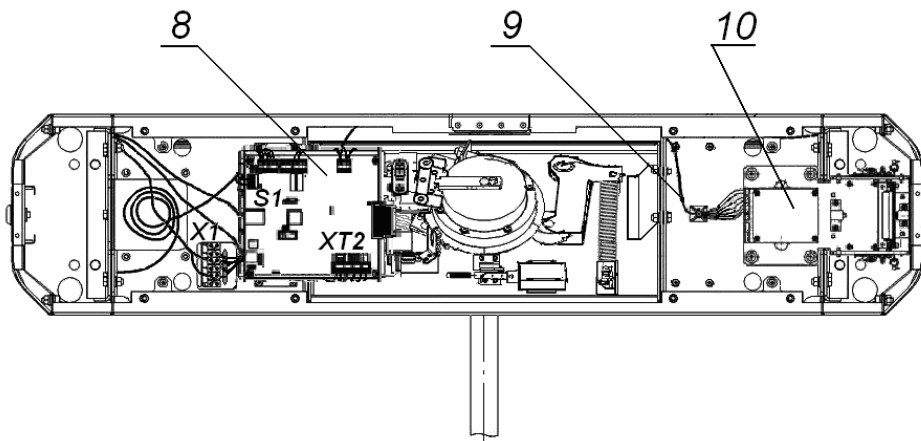
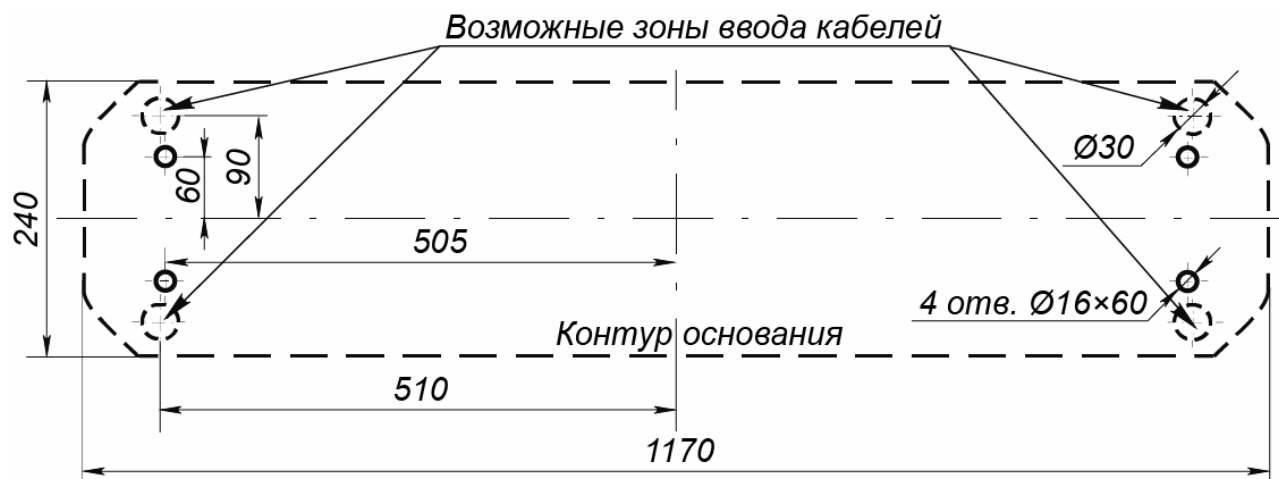

Рисунок 11. Схема прокладки кабелей в стойке ЭП
Рисунок 12. Схема разметки для установки стойки ЭП
3. Подготовьте в полу отверстия под гильзы анкеров для крепления стойки ЭП (см. рис. 12).
4. При необходимости прокладки кабелей под поверхностью пола подготовьте в полу кабельный канал, подходящий к одной из зон ввода кабелей в стойку ЭП, указанных на рис. 12.
6. Демонтируйте боковую заглушку (9) и выньте контейнер картоприемника (10), открыв ключом замки (11, 12).
10. Снимите крышку ЭП (3), отвернув ключом установочный винт (19). Порядок снятия крышки указан в разд.6.
11. Протяните кабели внутри стойки. Рекомендуемое расположение кабелей при прокладке внутри стойки показано на рис. 11.
15. Выполните заземление стойки ЭП в соответствии с требованиями ПУЭ («Правила устройства электроустановок»). Контакт заземления **Z3** (см. рис. 11) находится за боковой заглушкой (9) стойки. Для крепления кабеля заземления на контакте используйте гайку М4.
16. Подключите кабель *Ethernet* (16) к разъему **S1** на плате контроллера ЭП.
19. После подключения всех кабелей и закрепления стойки на полу установите на место крышку (3), боковую заглушку стойки и контейнер картоприемника на свои места в порядке, обратном снятию.
При производстве механизм картоприемника (3, см. рис. 11) установлен со стороны считывателя №1.
- 4 Демонтируйте торцевые крышки (6); каждая крышка крепится двумя винтами М4×16 и двумя шурупами Ø4,2×19 снизу со стороны контейнера (10) или заглушки (9). Кабели считывателей, находящихся внутри торцевых крышек, не отсоединяйте.
- 6 Демонтируйте заглушку (7) из торцевой крышки со считывателем №1 и аккуратно установите ее в торцевую крышку со считывателем №2; заглушка крепится двумя шурупами Ø2,9×9,5.
- 7 Отсоедините кабель картоприемника (8, рис. 11.) со стороны платы картоприемника.